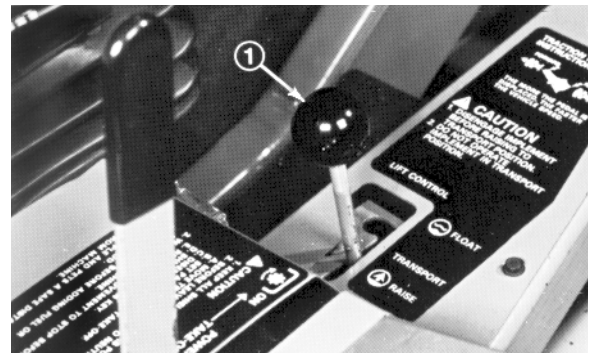
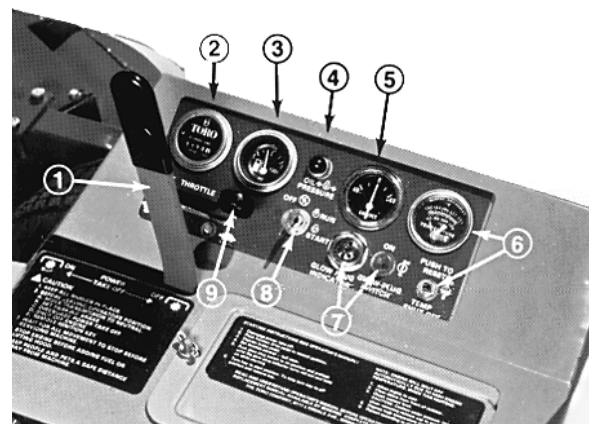

Bild 6
Bild 7
1. Sicherstellen, daß die Feststellbremse aktiviert ist, daß sich der ZWA-Hebel in der AUS-Position befindet (Bild 7) und daß der Hubhebel entweder auf SCHWEBEN oder TRANSPORT steht (Bild 6). Den Fuß vom Fahrpedal nehmen und sicherstellen, daß es auf NEUTRAL steht.
2. Den Gashebel ganz in die SCHNELL-Position bringen (Bild 7).
4. Den Zündschlüssel auf START drehen (Bild 7). Sobald der Motor anspringt, den Schlüssel unverzüglich wieder lösen und auf LAUF zurückspringen lassen. Den Gashebel auf LANGSAM stellen.